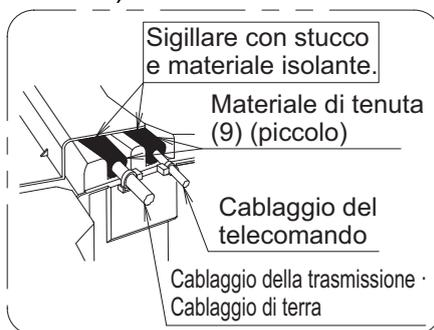

Fig. 39
- Tagliare il materiale di tenuta (piccolo) (9) in due pezzi e avvolgere ciascun cavo con un pezzo. **(Fare riferimento alla Fig. 39)**